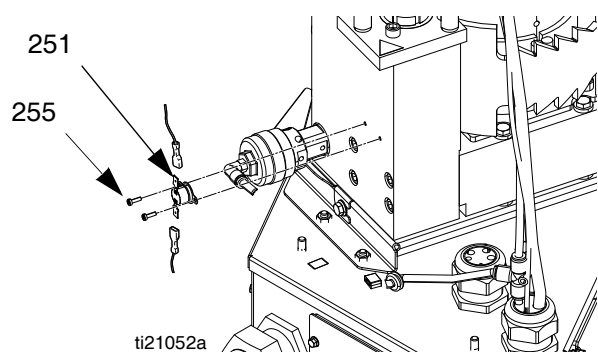

FIG. 41
11. Installer les isolateurs (53,75) sur l'ensemble du compartiment de fusion (5).
12. Brancher l'œil du fil de terre (87) et la vis de terre (88) sur l'ensemble du compartiment de fusion (5).
13. Raccorder les connecteurs de câble à l'interrupteur de surchauffe (251). Voir la FIG. 41 page 69.
14. Utiliser les écrous (3) pour installer la protection en métal (27).
15. Passer le tuyau d'air de la vanne de décompression (36) dans le boîtier en métal, puis l'attacher sur la vanne de décompression (245).
16. Installer la porte frontale d'accès (10) sur le boîtier électrique (1).
18. Rebrancher tous les flexibles chauffés sur le collecteur de sortie (203) du compartiment de fusion.
10. Débrancher les connecteurs de câble de l'interrupteur de surchauffe (251). Voir la FIG. 41 page 69.
11. Retirer le câble du boîtier électrique, puis jeter le capteur (125) et les câbles.
1. Introduire le nouveau faisceau de câbles dans le passe-câbles (63) en haut du boîtier électrique.
2. Raccorder les connecteurs de câble à l'interrupteur de surchauffe (251). Voir la FIG. 41 page 69.
3. Placer le capteur de température (125) du réchauffeur en bande dans le compartiment de fusion.
4. Serrer la vis (AA).
Démontage (voir FIG. 41) :
Montage (voir FIG. 41) :